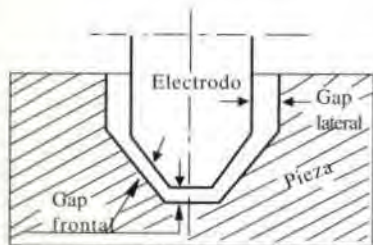

Figura 10. Gap frontal y lateral
- **GAP FRONTAL:** Cuando dicho espacio no es paralelo a la dirección del eje de penetración. Figura 10
- **GAP LATERAL:** GAP paralelo al eje de penetración. Es mayor el GAP en este caso (Figura 10).